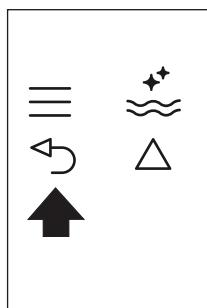

Fig. 25
- Premere due volte l'icona \leftarrow (B6) (Fig. 25) per uscire dal menù.
- Premere due volte l'icona \leftarrow (B6) (Fig. 25) per uscire dal menu.